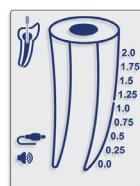

Afb. 3
- 5.3.2. “Verbinding”-icoon moet verschijnen op het scherm, wat een juiste aansluiting aangeeft (afb. 3).